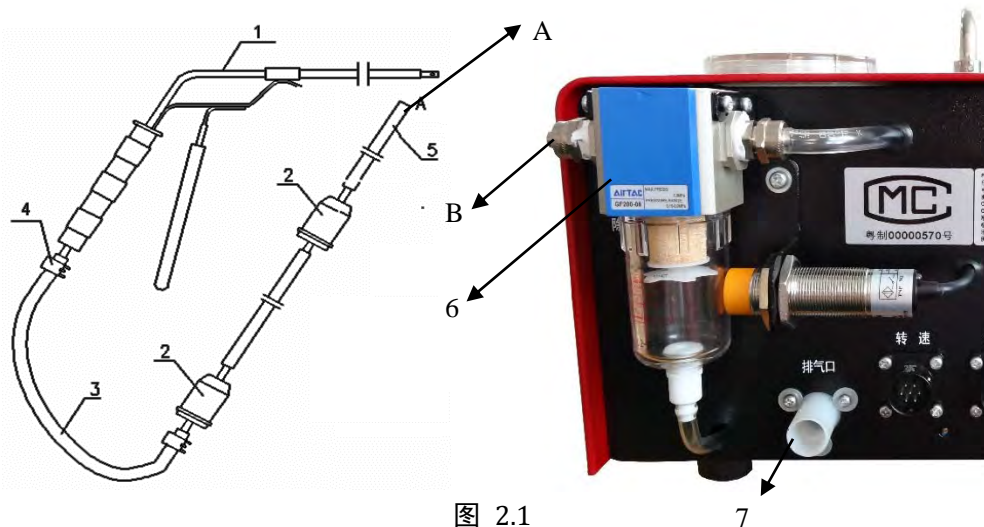

图 2.1
- (1) 按照图 2.1 的左图连接取样管和取样探头，然后将 A 端和 B 端连接。
- (2) 4G 分析仪 O₂ 传感器，5G 分析仪 O₂、NO 传感器在出厂时已经安装好。
- (3) 用一条内径为 16mm 的聚氯乙烯管连接在排气口处。